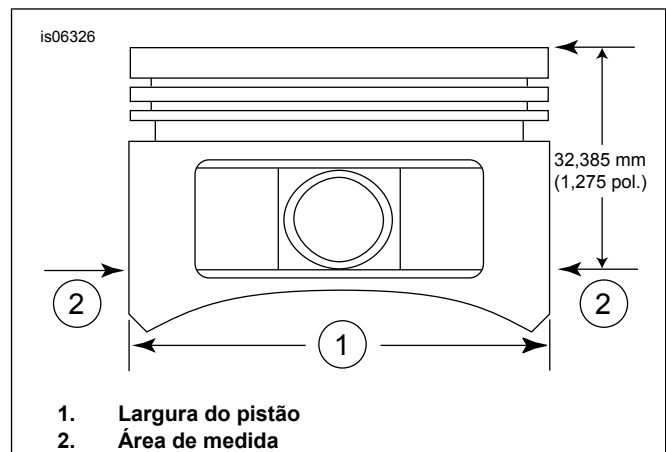

Figura 2. Medidas do pistão
5. Figura 2 Meça a largura do pistão (1), 90 graus horizontalmente dos dois lados do furo do pino do pistão e 32 mm (1.275 in) para baixo a partir da superfície da plataforma (parte superior) do pistão (2). Veja a Tabela 11 para o ajuste do pistão para o cilindro neste local.